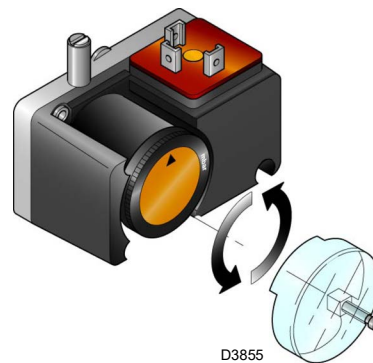

Fig. 34
- Reglați presostatul pentru controlul etanșeității (kit PVP) (Fig. 34 la pag. 36), dacă este montat, în conformitate cu instrucțiunile furnizate cu kitul.
Reglați presostatul pentru controlul etanșeității (kit PVP) (Fig. 34) în conformitate cu instrucțiunile furnizate cu kitul.